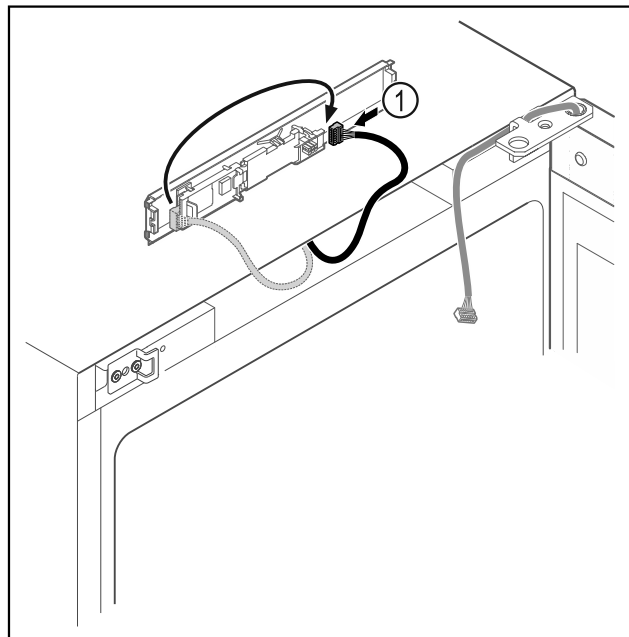

Fig. 15
- ▶ Μεταφέρετε το φως Fig. 15 (1) στην πλακέτα.